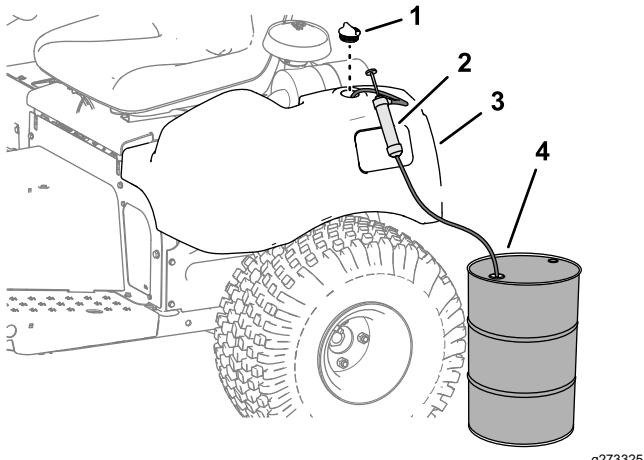

図 46
1. 油圧オイルタンクからキャップを取り図46。
図 46。